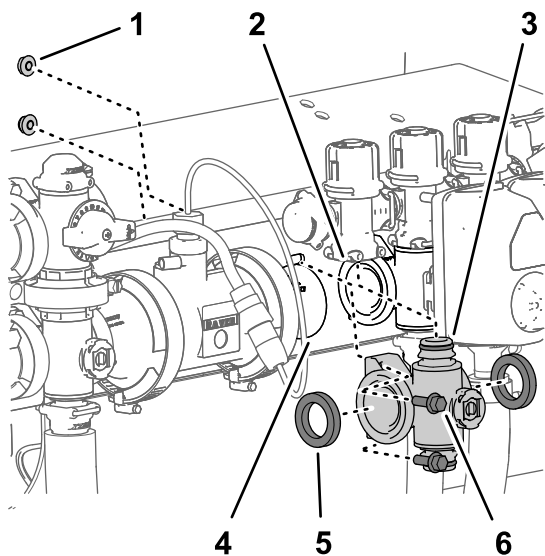
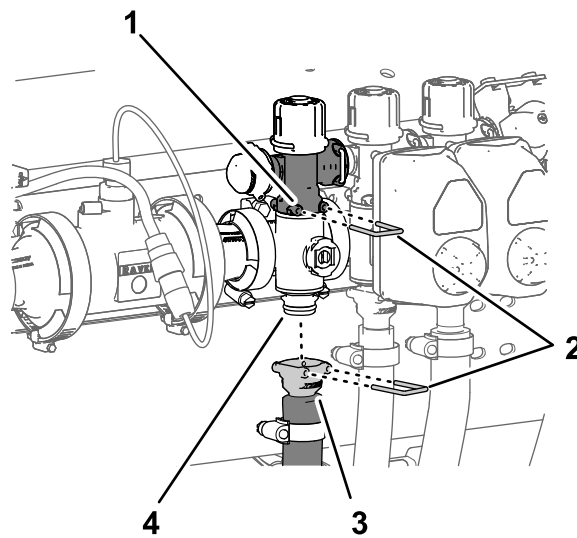

Figura 119
Figura 120
1. Alinee las 2 juntas que retiró en Retirada de la válvula del distribuidor de sección (página 85) con las bridas del distribuidor de la válvula de sección (Figura 119).
2. Alinee la brida del distribuidor de la válvula de sección entre las bridas de las otras válvulas de sección y/o los adaptadores de acoplamiento (Figura 119).
3. Conecte el acoplamiento rápido del distribuidor de la válvula de sección al acoplamiento rápido hembra de la válvula de desvío de sección con una grapa (Figura 119 y Figura 120).
(Figura 119) con los 2 pernos con arandela prensada ($\frac{1}{4}$ " x $\frac{3}{4}$ ") y las 2 contratuercas prensadas ($\frac{1}{4}$ ") que retiró en Retirada de la válvula del distribuidor de sección (página 85).
8. Monte el acoplamiento rápido de la manguera de sección en el acoplamiento rápido del distribuidor de la válvula de sección con la grapa (Figura 120).